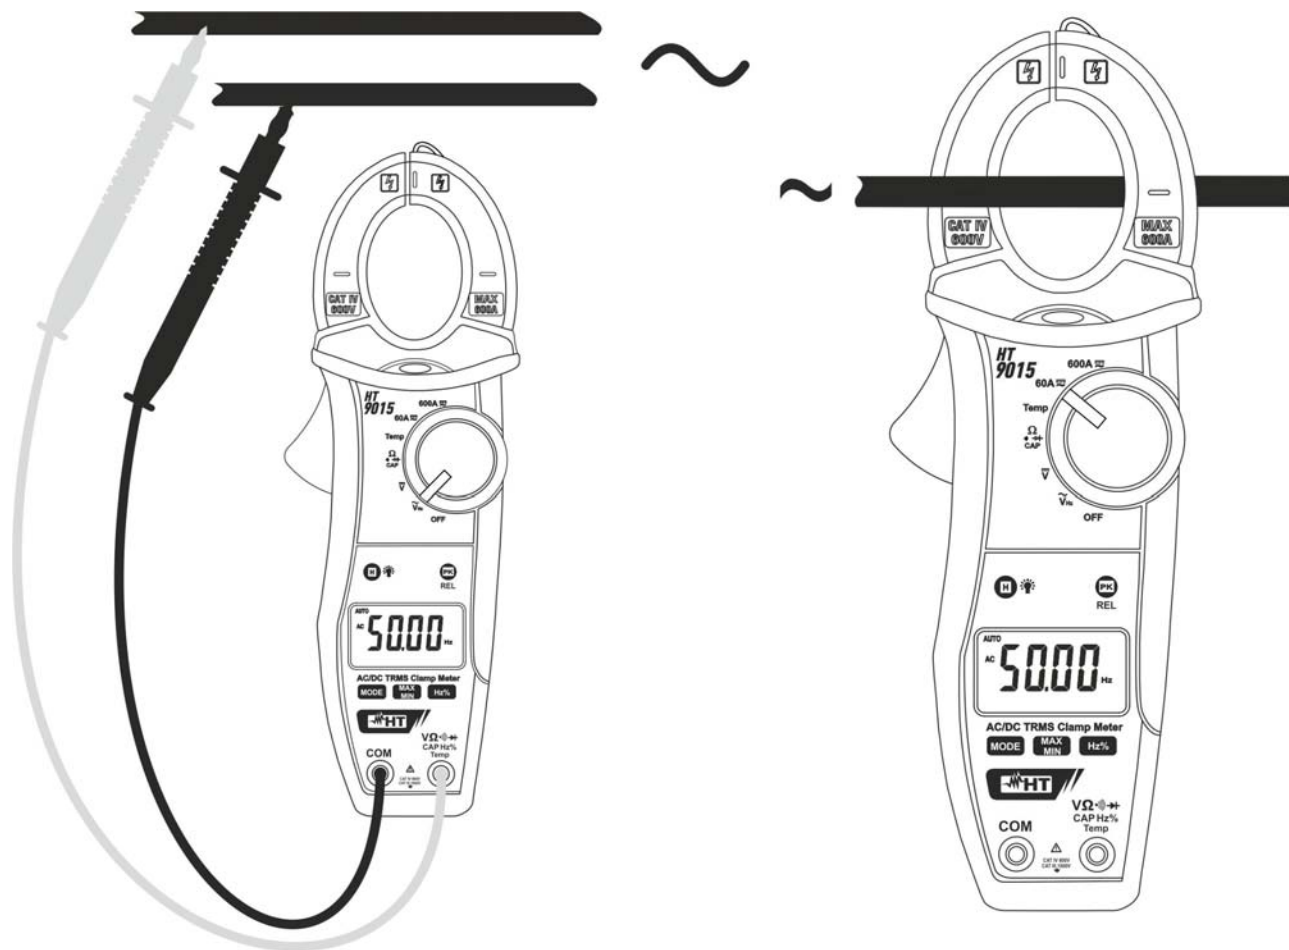

Fig. 10: Uso della pinza per misure di Frequenza e Duty Cycle
3. Inserire il cavo rosso nel terminale di ingresso **V Ω $\rightarrow$ CAP Hz% Temp** e il cavo nero nel terminale di ingresso **COM** (Fig. 10 – parte sinistra) per misura di frequenza con puntali. Inserire la pinza sul conduttore (Fig. 10 – parte destra) per misura di frequenza con toroide. Il valore della frequenza (Hz) o del duty cycle (%) è mostrato a display. Nella misura di frequenza e duty cycle la barra grafica analogica è disattivata